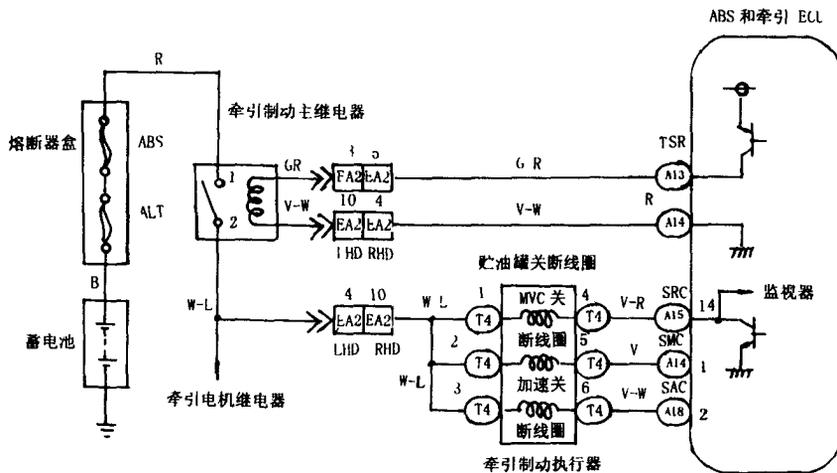

图 4-7 TRC 制动执行器线圈电路
(4) TRC 制动执行器线圈电路有故障同样能引起 TRC 灯亮。检修方法是检查 TRC 制动执行器线圈电路是否有故障，其电路如图 4-7 所示。检查 ABS、TRC ECU 端子 SRC、SMC、SAC 与车身地线之间的电压是否正常；检查 TRC 制动执行器线圈是否正常。